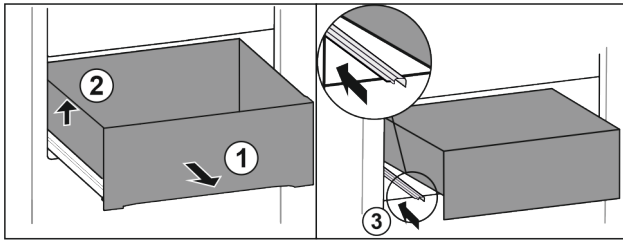

Fig. 90
- ▶ Изтеглете чекмеджето докрай. Fig. 90 (1)
- ▶ Повдигнете чекмеджето отляво. Fig. 90 (2)
- ▶ Вкарайте лявата релса. Fig. 90 (3)